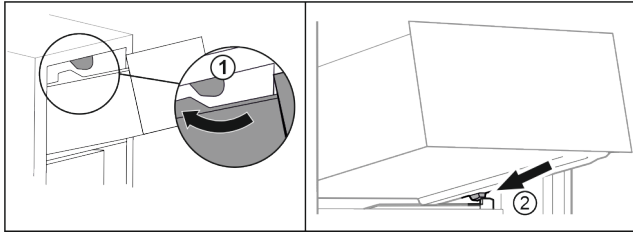

Fig. 112
- Guider le tiroir en contournant les butées supérieures. Fig. 112 (1)
- Placer le tiroir, en l'inclinant, derrière les butées inférieures sur la nervure de récipient. Fig. 112 (2)